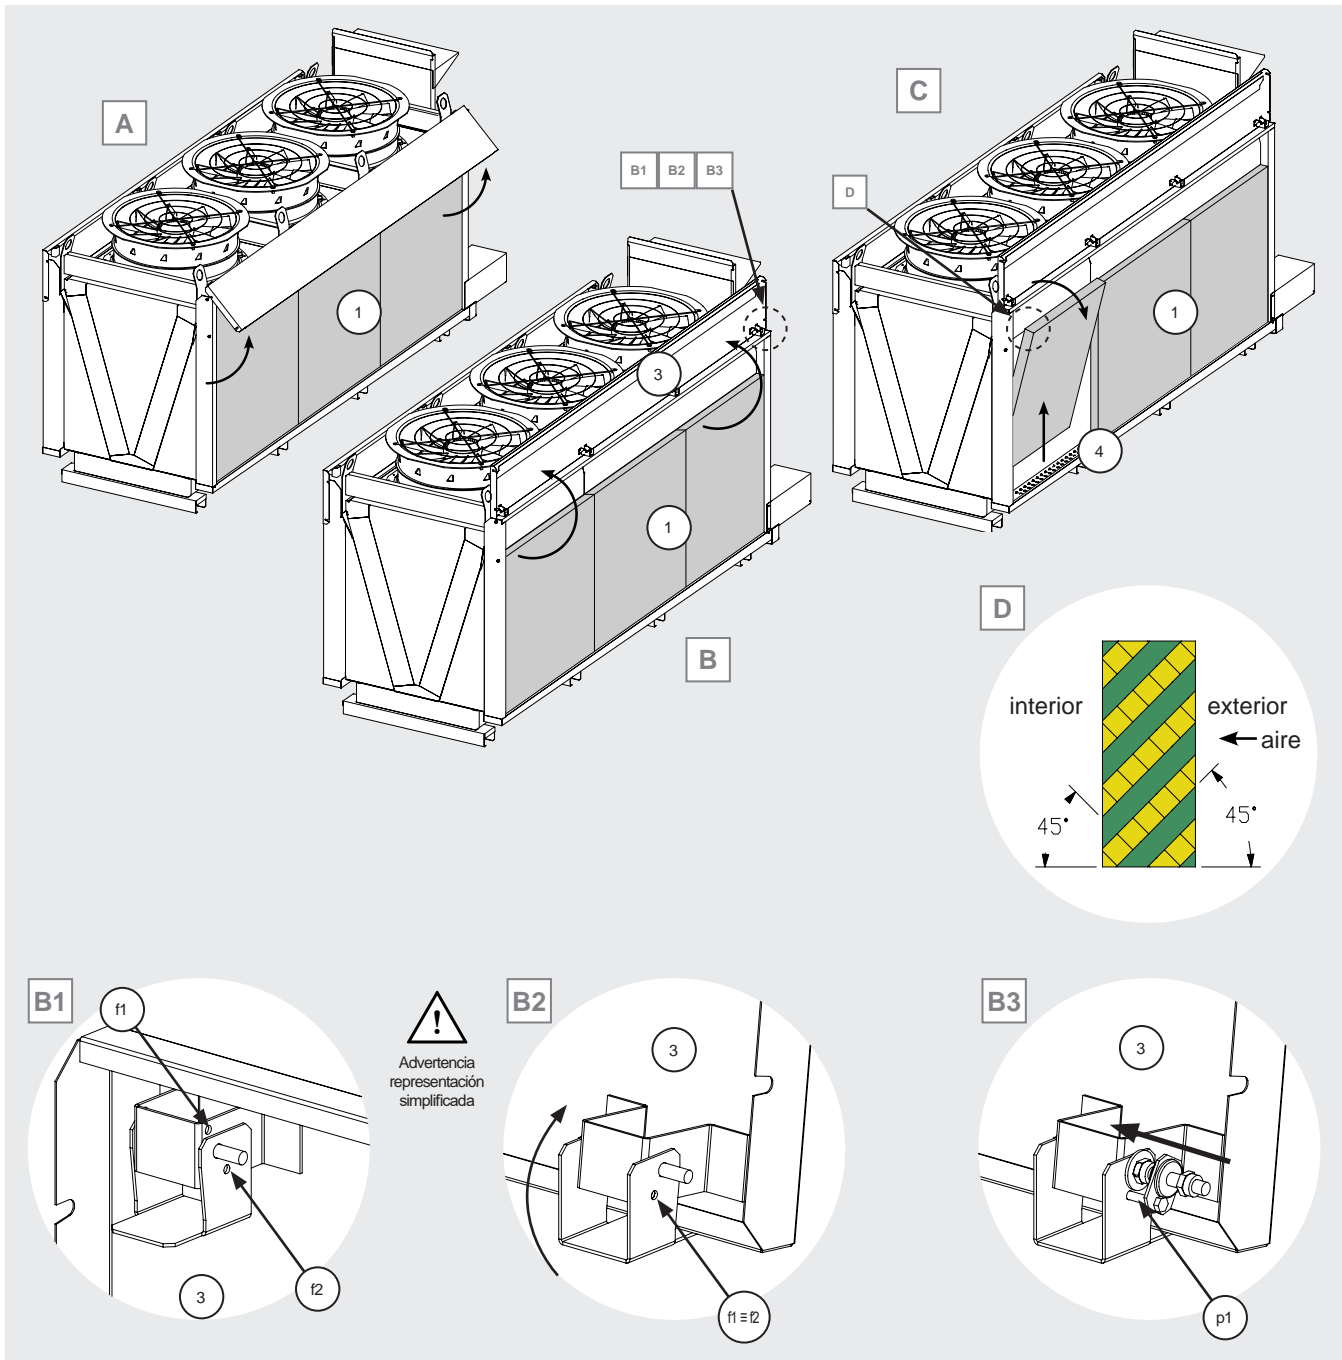
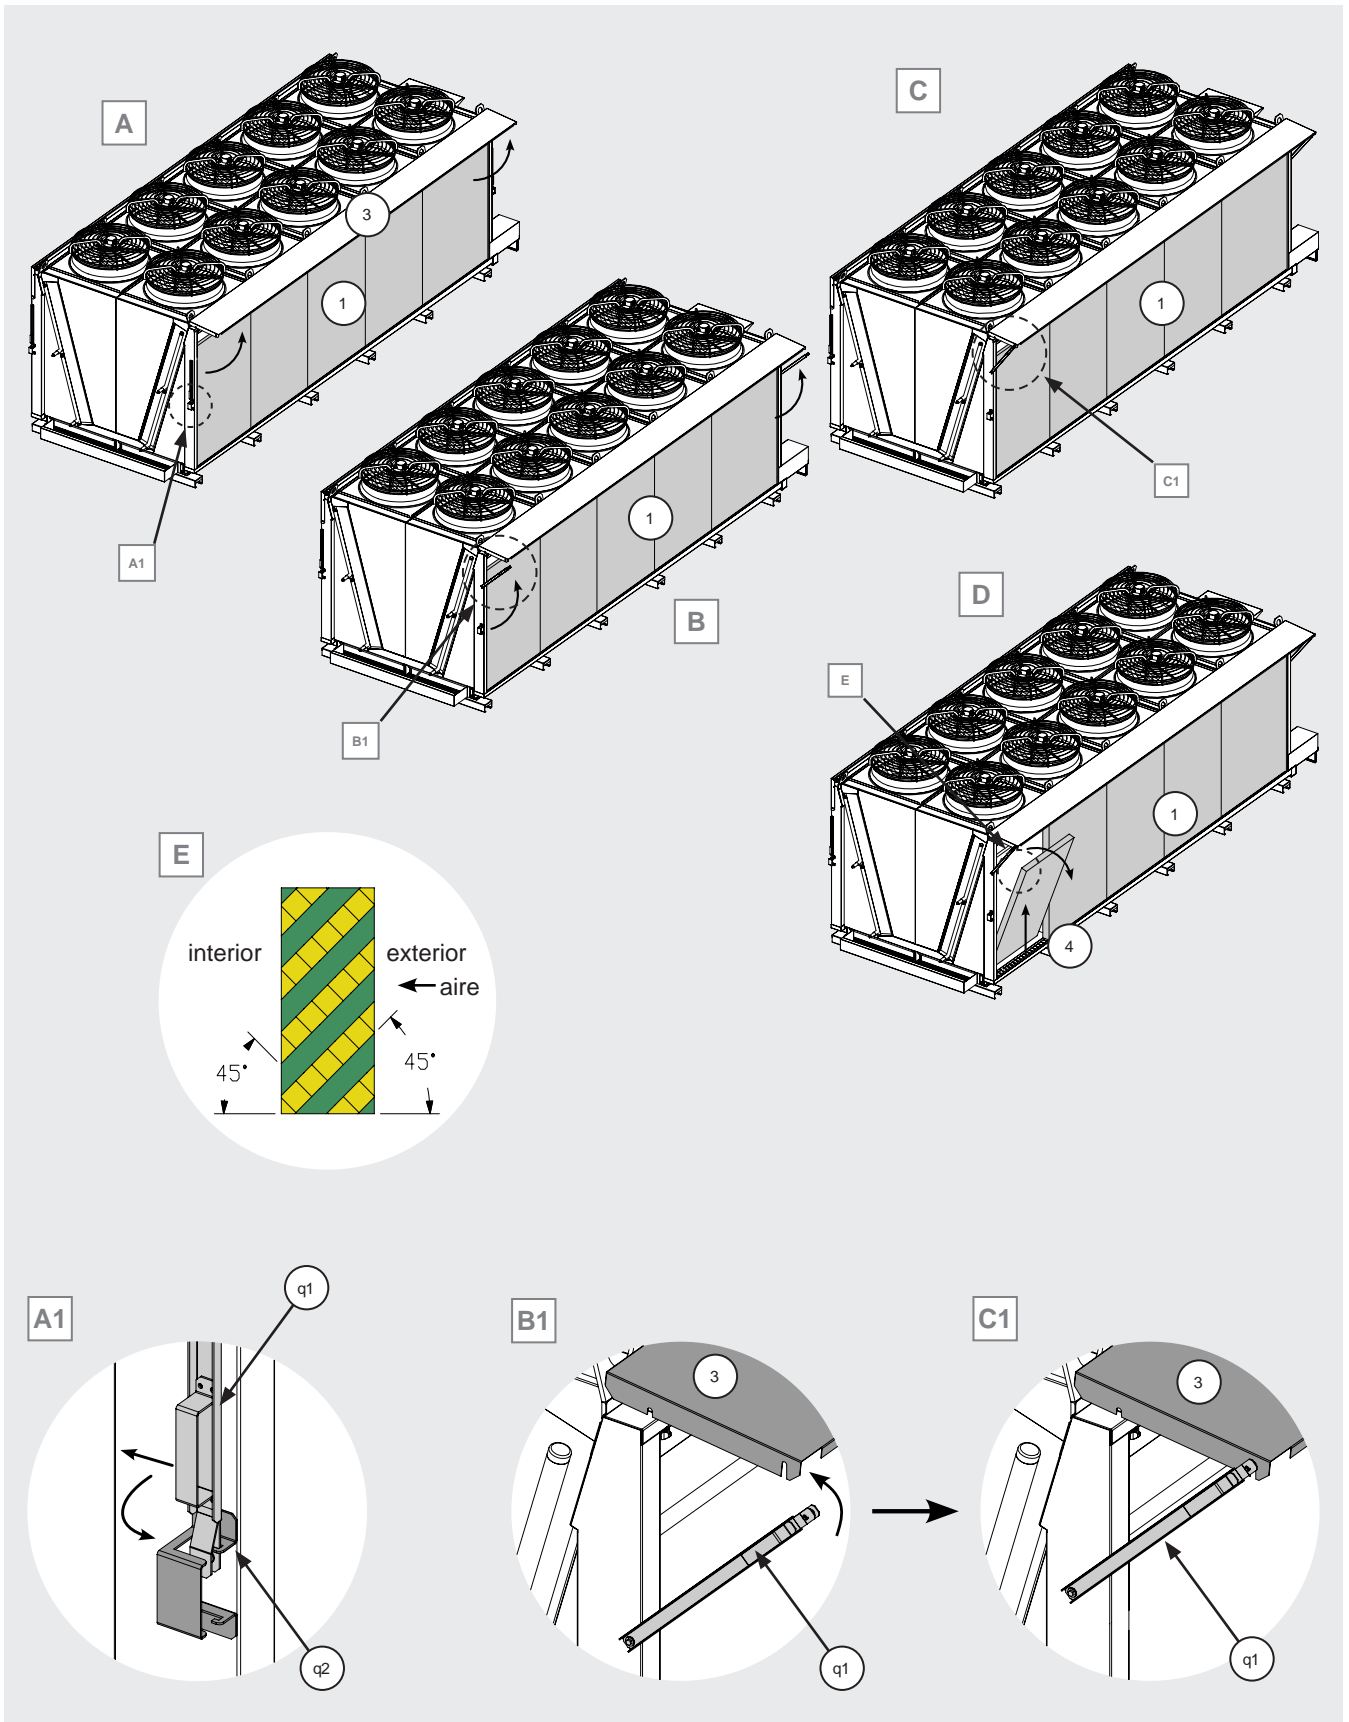

Figura 21
Figura 22
Levante la tapa (3) del compartimento de boquillas. Ver Figura 21 A y B. Preste atención a los detalles de la Figura 21 B1, B2, B3. La Figura 21 B1 y la Figura 21 B2 están simplificadas con fines explicativos. Observe la Figura 21 B1: una bisagra situada en el extremo de la tapa (3) está equipada con un sistema que impide que la tapa (3) se cierre accidentalmente. La bisagra tiene dos orificios (f1) y (f2). Gire la tapa (3) hasta que los dos orificios coincidan, como se muestra en la Figura 21 B2. Introduzca ahora el pasador (p1) en los dos orificios y bloquee la tapa (3). Antes de trabajar en el modelo, asegúrese de que la tapa (3) esté bien colocada y no pueda cerrarse accidentalmente. Peligro de golpearse las manos o la cabeza.
Levante la tapa (3) del compartimento de las boquillas. Ver la Figura 22 A y B. Desenganche el soporte (q1) del soporte (q2) y gírelo hacia arriba, ver la Figura 22 A1. Inserte el pasador del soporte (q1) en la ranura correspondiente de la tapa (3), ver la Figura 22 B y C y los detalles B1 y C1. Bloquee la tapa (3) en posición. Antes de trabajar en el modelo, asegúrese de que la tapa (3) esté bien colocada y no pueda cerrarse accidentalmente. Peligro de golpearse las manos o la cabeza.
- 12.11.9 Extraiga los paneles exteriores (1): levántelos verticalmente de la guía inferior (4) y, a continuación, tire de ellos hacia fuera. Véase la Figura 21 C. Prestar atención al sentido de instalación de los paneles, ver Figura 21 D y Figura 22 E.